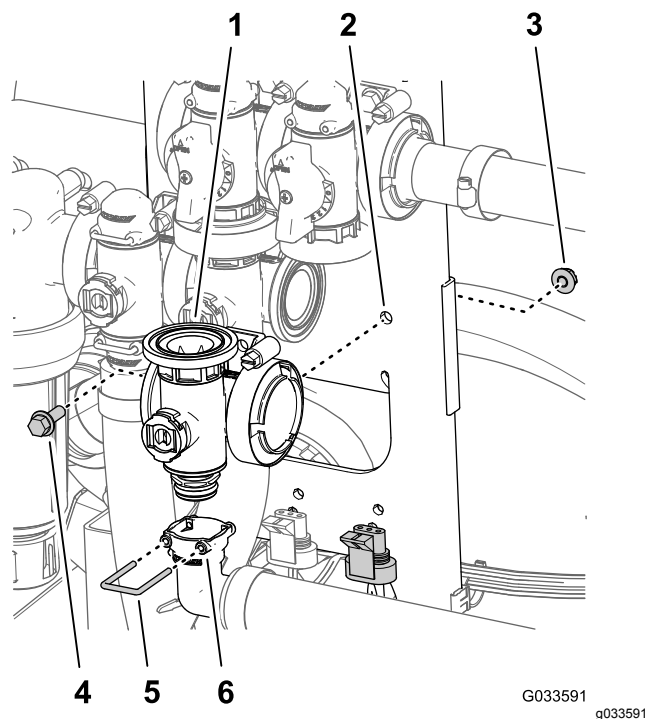

Рисунок 115
2. Снимите держатель, который крепит прямоугольный выпускной штуцер к муфте коллектора главного клапана стрелы (Рисунок 115).
3. Отверните болт с фланцевой головкой (1/4 x 3/4 дюйма) и фланцевую контргайку (1/4 дюйма), с помощью которых главный клапан стрелы присоединяется к опоре крепления клапанов и снимите коллектор клапана с машины (Рисунок 115).